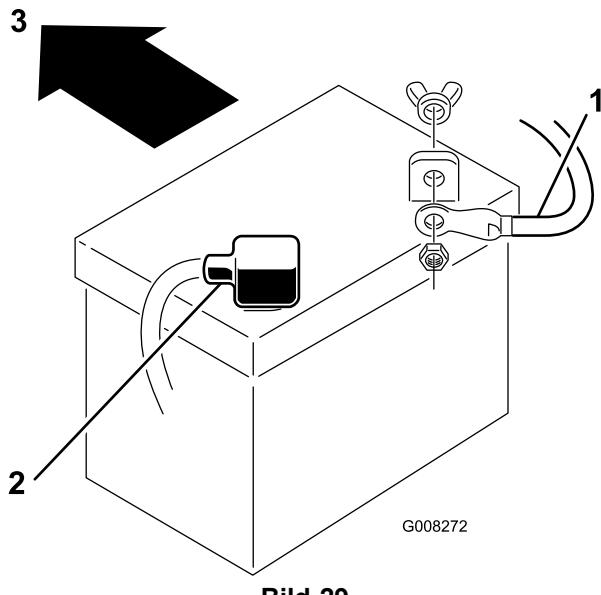

Bild 29
7. Klemmen Sie das Minuskabel (schwarz) vom Batteriepol ab (Bild 29).
9. Klemmen Sie das Pluskabel (Rot) vom Batteriepol ab (Bild 29).
1. Setzen Sie die Batterie in das Chassis ein. Die Batteriepole sollten zum Heck der Maschine zeigen (Bild 29).
3. Schließen Sie das Pluskabel (rot) mit der Schraube und der Flügelmutter am (+) Pluspol an (Bild 29). Schieben Sie die Gummiabdeckung über den Batteriepol.
4. Schließen Sie das (schwarze) Minuskabel mit der Schraube und Mutter am (-) Minuspol an (Bild 29). Schieben Sie die Gummiabdeckung über den Batteriepol.